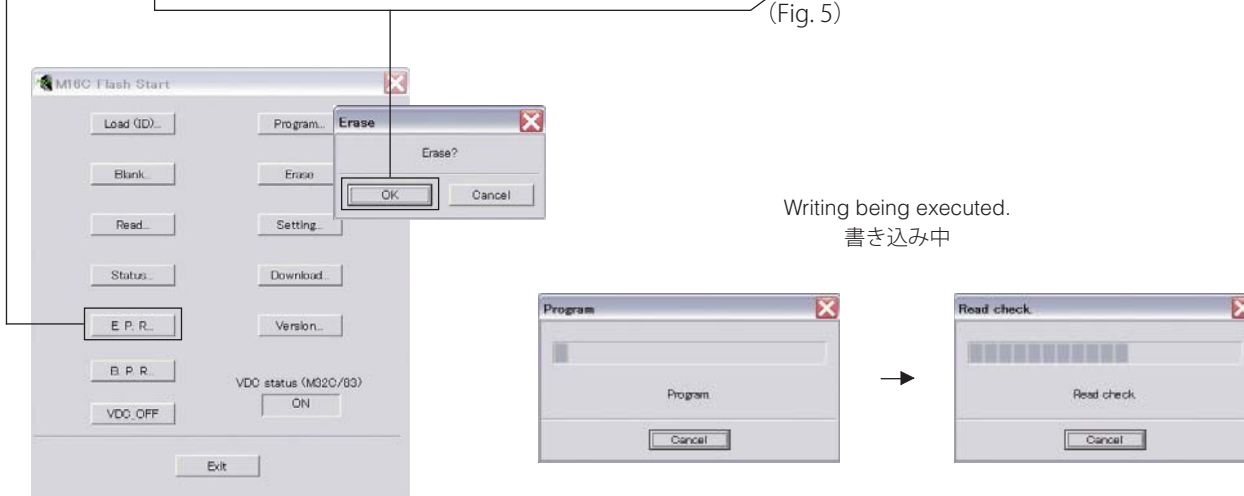

Fig. 5
6. Click [E.P.R.], then the "Erase" screen appears. (Fig. 5)
7. Click [OK] to start writing. (Fig. 5)
6. [E.P.R.] をクリックすると、「Erase」が表示されます。(Fig. 5)
7. [OK] をクリックし、書き込みを開始します。(Fig. 5)